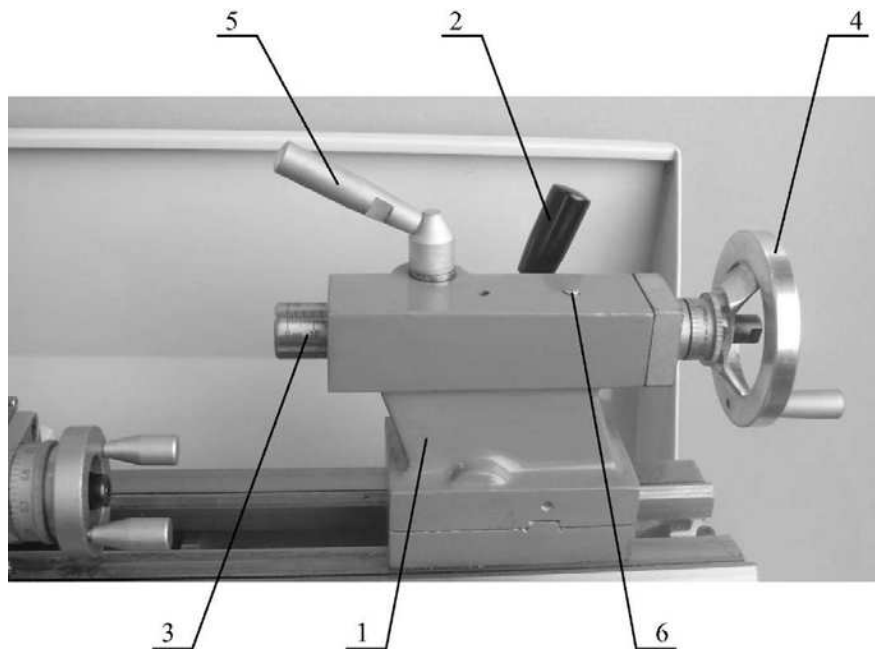
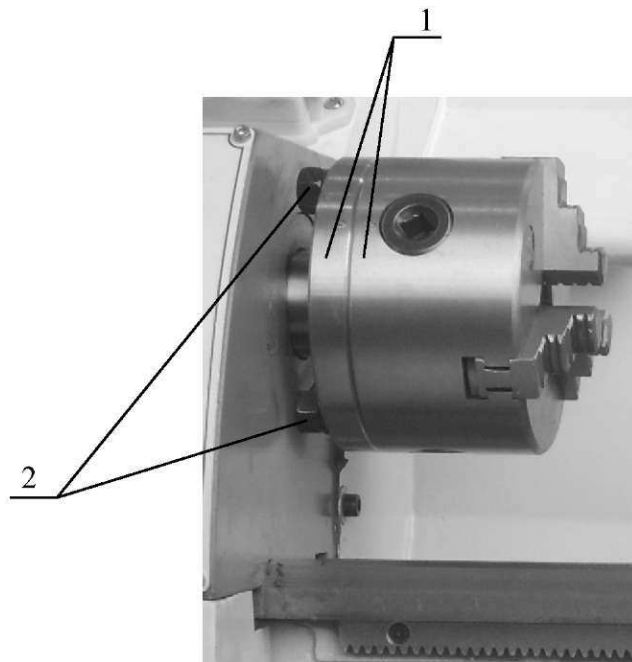

Рис. 6
Рис. 9
Задняя бабка 1 (Рис. 6) базируется (перемещается) на плоской и V-образной направляющих станины и может быть зафиксирована от перемещения рукояткой 2 (Рис. 6) зажимного устройства. Задняя бабка имеет выдвижную пиноль 3 (Рис. 6) с конусным отверстием Морзе № 2 и градуированной шкалой, нанесенной на наружной поверхности пиноли. Жесткость задней бабки рассчитана на тяжелые режимы работы. Пиноль перемещается вращением маховика 4 (Рис. 6), расположенного на заднем торце бабки, и может быть зафиксирована в нужном положении рукояткой 5 (Рис. 6) механизма зажима пиноли.
Перемещение задней бабки по направляющим станины производится вручную. Ослабьте рукоятку 2 (Рис. 6) зажимного устройства бабки, передвиньте бабку в нужное положение, поверните рукоятку на зажим.
Выдвижение пиноли 3 (Рис. 6) из корпуса бабки и утопление ее обратно в корпус производится вращением маховика 4 (Рис. 6). Рукояткой 5 (Рис. 6) ослабьте зажим пиноли, вращая маховик, переместите пиноль на нужный размер, зажмите пиноль поворотом рукоятки. Величину перемещения пиноль можно контролировать по шкале, нанесенной на боковую поверхность пиноли или по лимбу на маховике.
Регулировка смещения задней бабки от оси вращения шпинделя производится при точении конусных поверхностей. Величина смещения определяется по шкале 2 (Рис. 9), находящейся на заднем торце основания бабки. Смещение производится при помощи 2-х винтов 1 (Рис. 9) Ослабьте рукоятку 2 (Рис. 6), и стопорный винт 3 (Рис. 9) на торце задней бабки. Ослабьте винт 1 (Рис. 9) с одной боковой стороны бабки и затягивайте аналогичный винт с противоположной стороны, пока необходимая величина смещения не отразится на шкале. Затяните стопорный винт и рукоятку.
Универсальным 3-х кулачковым патроном (Рис. 9) можно зажимать круглые, треугольные и шестигранные заготовки. При сборке станка универсальный 3-х кулачковый патрон устанавливается на фланце с максимальной точностью. Патрон и фланец маркируются рисками 1 (Рис. 9), которые при последующих сборках должны совпадать.
**8.5.** Смазку ходового винта задней бабки производите ежедневно через смазочное отверстие 6 (Рис. 6) жидкой смазкой.